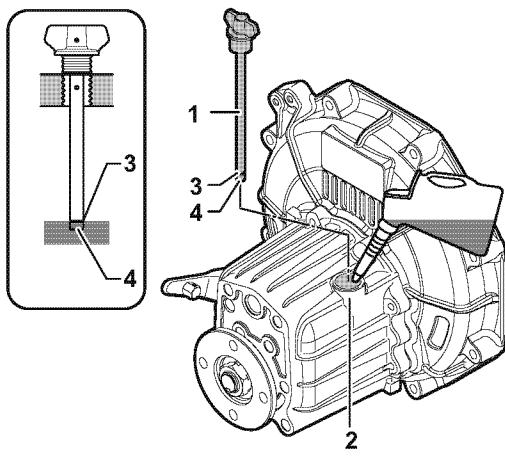

Figura 7
1. Certifique-se de que o motor está desligado. Certifique-se de que o motor está tão nivelado como possível e limpe a área à volta da porta de enchimento da transmissão marítima (**Figura 7, (2)**).
3. Remova a vareta do óleo (**Figura 7, (1)**) e limpe-a com um pano limpo.
4. Insira novamente a vareta sem enroscar. Consulte a ilustração (**Figura 7**).
5. Remova a vareta do óleo. O nível de óleo deve estar entre as linhas superior (**Figura 7, (3)**) e inferior (**Figura 7, (4)**) da vareta do óleo.
3. Encha de óleo do motor até ao limite superior da vareta de óleo (**Figura 7, (3)**). Veja as Especificações do Óleo da Transmissão Marítima na página 29.